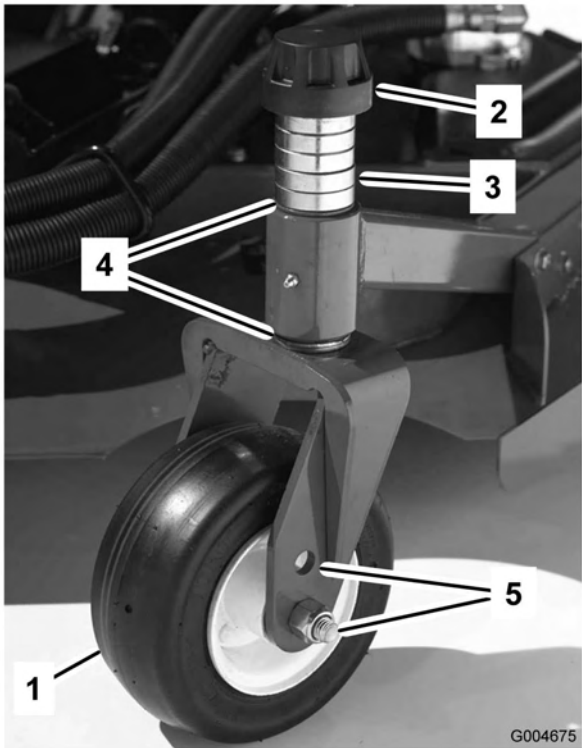
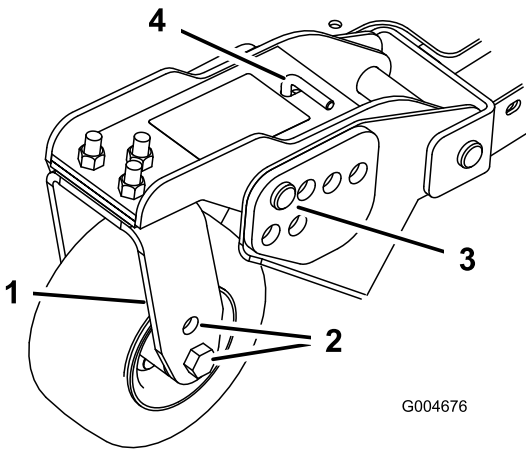
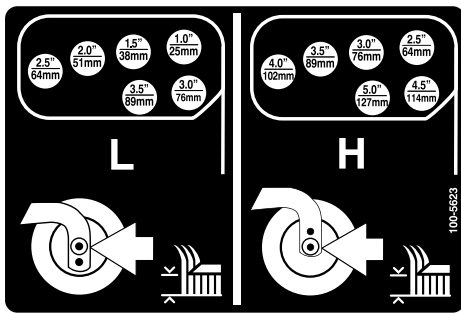

Figure 18
Figure 20
Figure 21
- Placez les essieux des roues pivotantes dans les mêmes trous sur toutes les fourches (Figure 18 et Figure 20). Pour choisir les trous corrects pour la hauteur de coupe requise, reportez-vous au tableau suivant.
- Enlevez le chapeau de tension de l'axe de pivot (Figure 18) et sortez l'axe du bras pivotant. Remplacez les 2 cales (3 mm) sur l'axe de pivot comme à l'origine. Elles sont requises pour que les plateaux de coupe soient parfaitement de niveau sur toute la largeur. Placez le nombre requis d'entretoises de 13 mm sur l'axe de pivot pour obtenir la hauteur de coupe voulue, puis ajoutez la rondelle.
- Enlevez la goupille fendue et les axes de chape des bras pivotant (Figure 20).
- Tournez la tige de tension pour élever ou abaisser le bras de pivot jusqu'à ce que les trous soient en face de ceux du support de hauteur de coupe sélectionnés dans le bâti du plateau de coupe (Figure 20 et Figure 21).